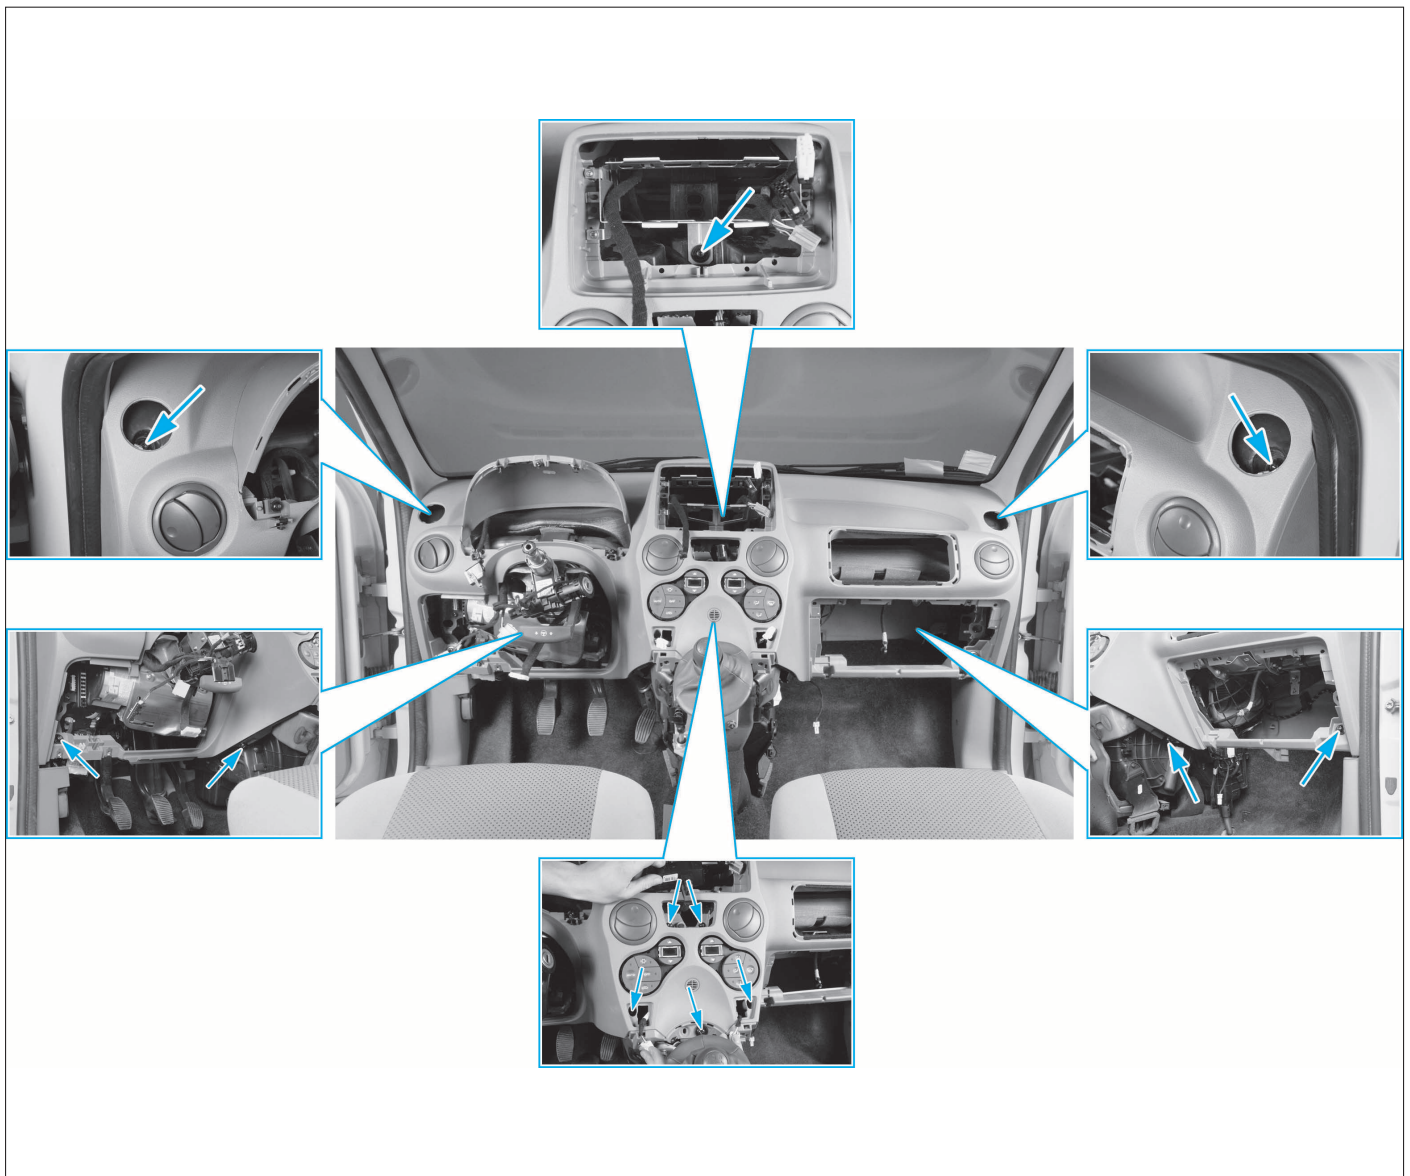

FIG. 56
- Déposer les vis de fixation de la planche de bord (Fig.56).